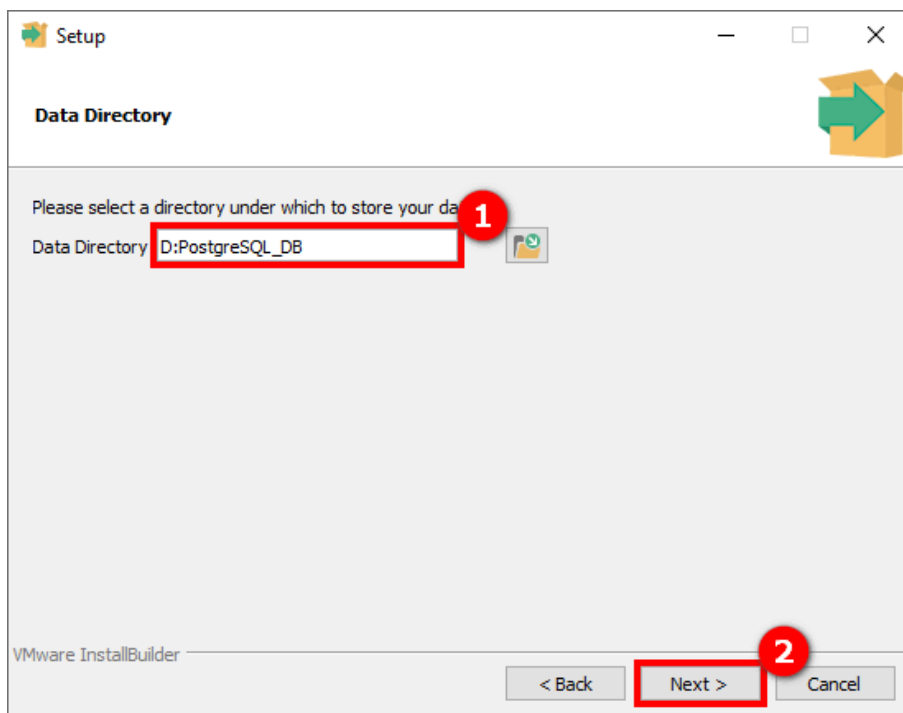

Рисунок 6 – Окно установки СУБД PostgreSQL
Далее указываем каталог, в котором по умолчанию будут располагаться файлы БД (1) (см. рисунок 6), нажимаем кнопку **Next** (2).